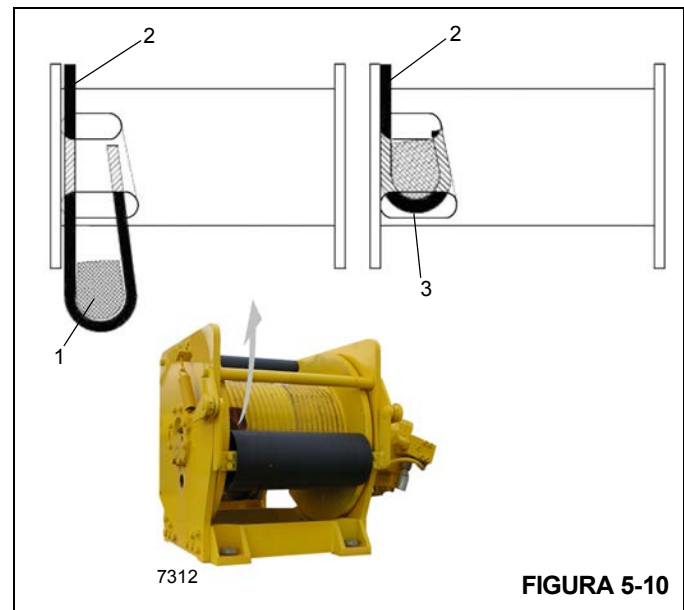

FIGURA 5-10
3. Insira o cabo através da fenda e posicione-o em volta da cunha de fixação (1, Figura 5-10).